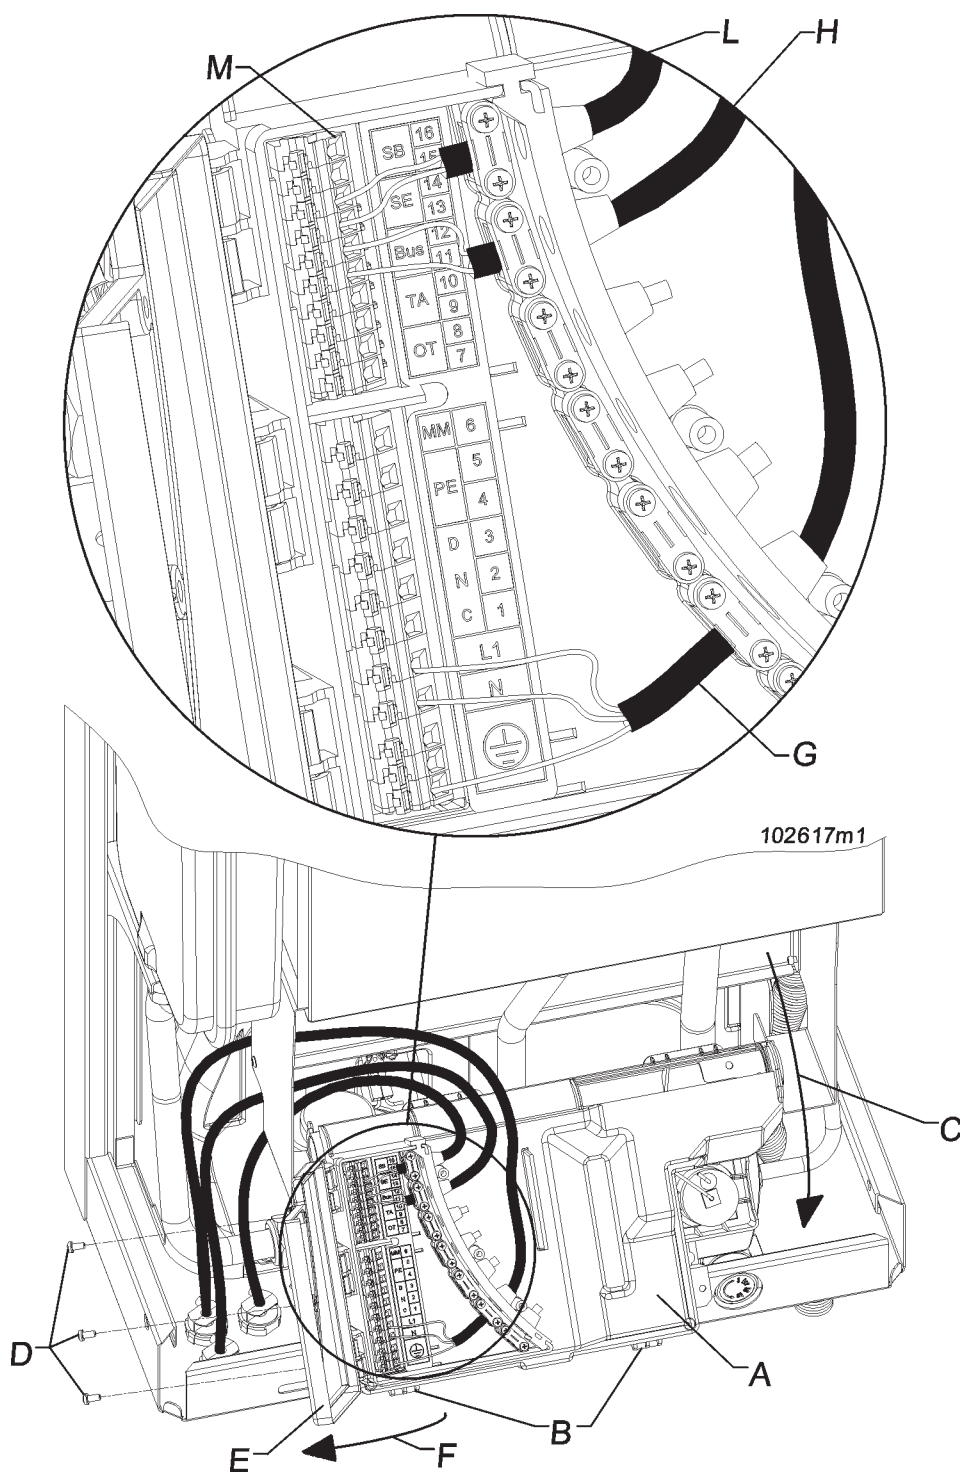

Figura 15 - Collegamenti elettrici
Per l'allacciamento del cavo di alimentazione elettrica, procedere come di seguito (fare riferimento alla figura 15):
- posare il cavo di alimentazione "G" come illustrato nella figura 15;
- accedere alla scheda connessioni come indicato in figura 15;
- collegare il cavo bipolare ai morsetti SE di cui in figura 15 particolare "L";
- spostare il commutatore 1 nella posizione "D" (ON);
- se presenti, scollegare i due cavi dai morsetti "15" e "16" di cui alla figura 15;
- posare un cavo elettrico bipolare con sezione minima di 1,5mm² che va dalla caldaia al sensore temperatura del bollitore e collegarlo sulla caldaia ai morsetti "15" e "16" di cui alla figura 15;